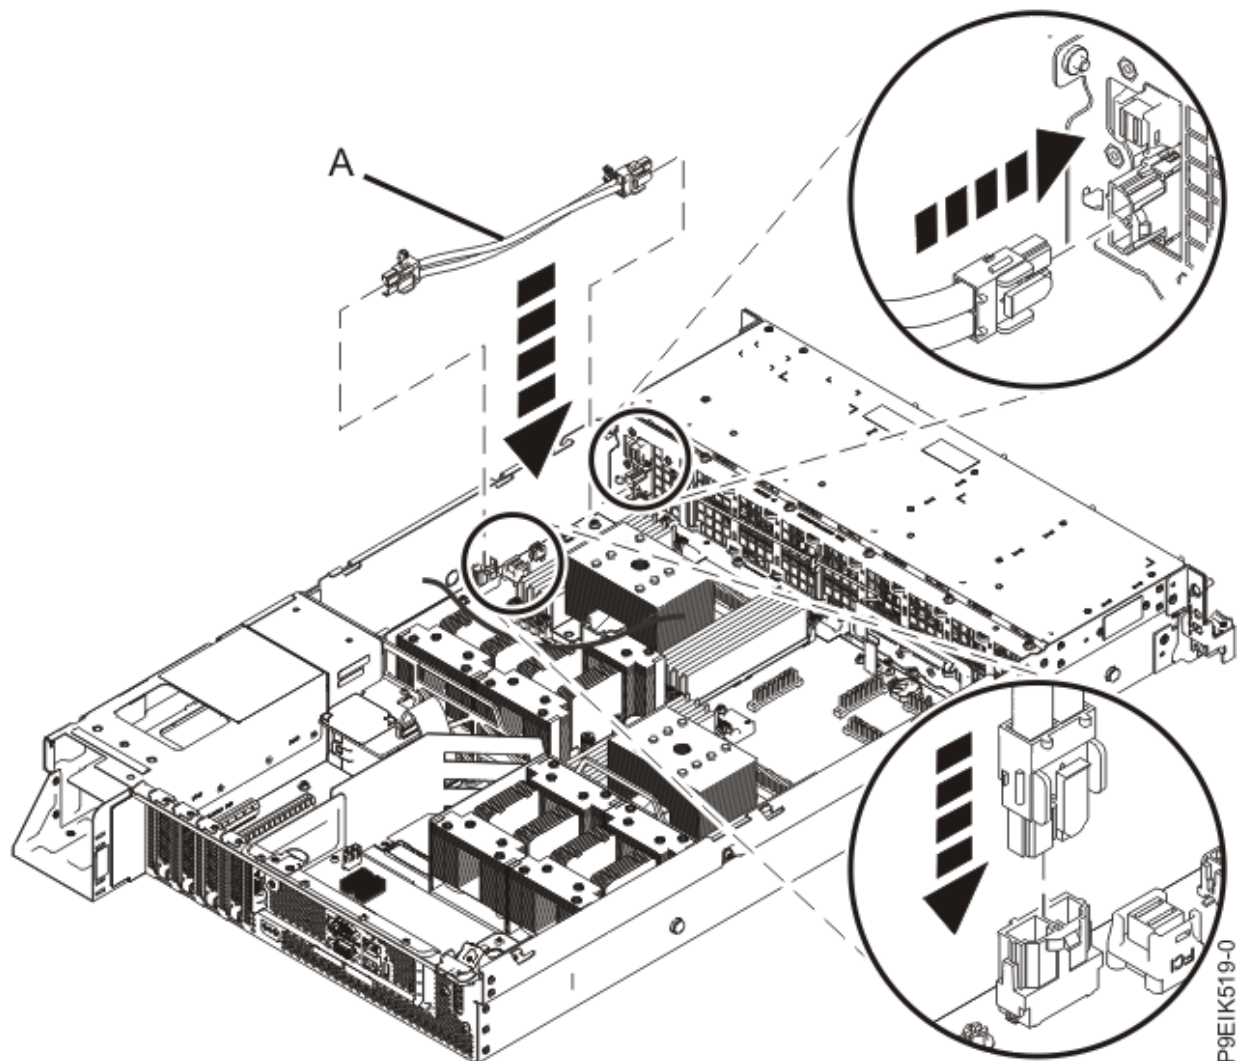

Figure 83. Installation du serveur câble d'alimentation des ventilateurs
2. Faites passer l'extrémité du connecteur câble d'alimentation des ventilateurs (**A**) par l'orifice et raccordez-la au connecteur de bus d'alimentation, comme illustré dans la Figure 83, à la page 92.
3. Raccordez l'autre extrémité du câble d'alimentation des ventilateurs à la carte des ventilateurs et des unités de disque comme illustré dans la Figure 83, à la page 92.